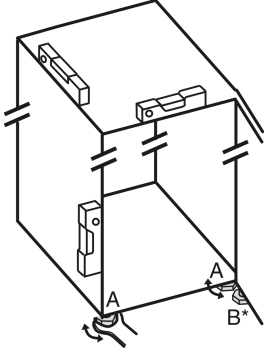

Fig. 51
- Dévisser les pieds réglables Fig. 51 (A) avec la clé plate fournie et utiliser un niveau à bulle pour vérifier que l'appareil est bien plan.
- Dévisser le pied réglable Fig. 51 (B) du support de palier avec la clé plate fournie jusqu'à ce qu'il touche le sol.
- Tourner le pied réglable Fig. 51 (B) de 90° supplémentaires.